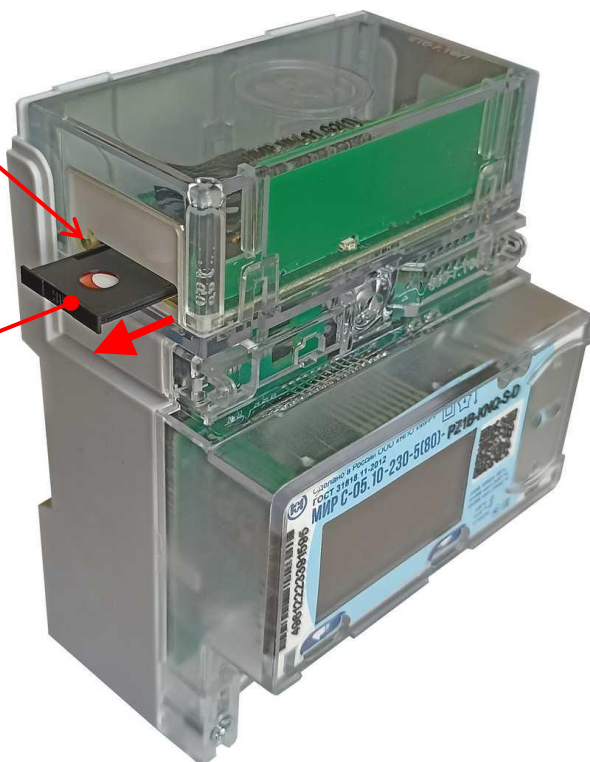

Рисунок 14.6 – Установка SIM-карты в счетчике для установки на DIN-рейку
- нажать с небольшим усилием на рычаг извлечения SIM-карты, при этом лоток держателя SIM-карты должен выдвинуться (рисунок 14.6);